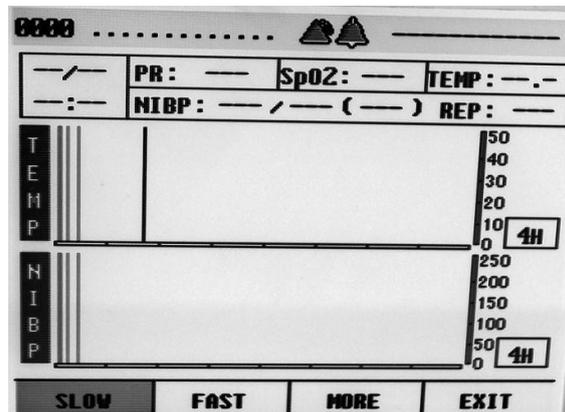

Figure 7.4
(2) La deuxième page de «**TEMP**» et les pages de tendance «**NIBP**», comme illustré à la figure 7.4.